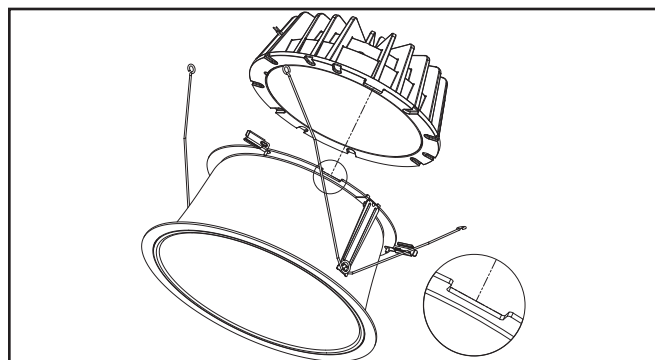

Figure 5.
2. Assemblage de moteur lumineux à DEL avec fente sur la garniture (Figure 5).